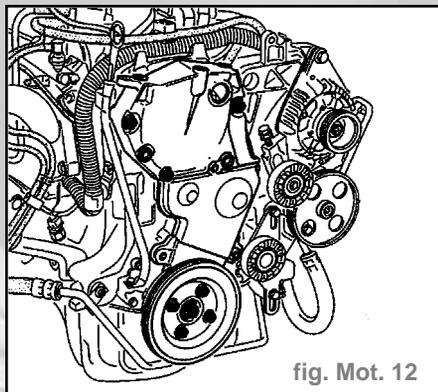

fig. Mot. 12
- les carters de distribution (fig. Mot. 12)